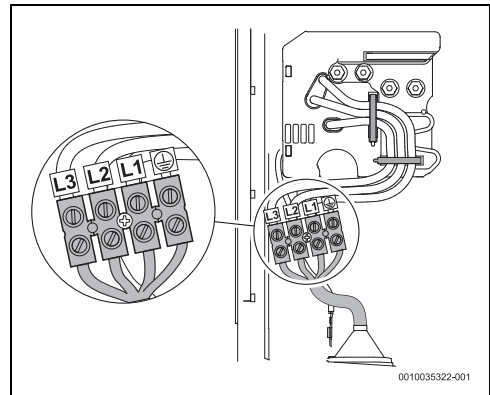

Fig. 96 Raccord inférieur
- Raccordement inférieur (fig. 96)